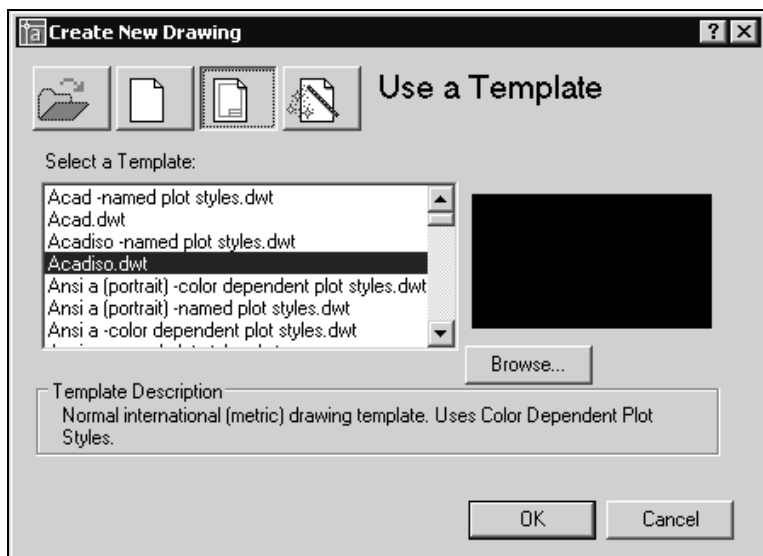
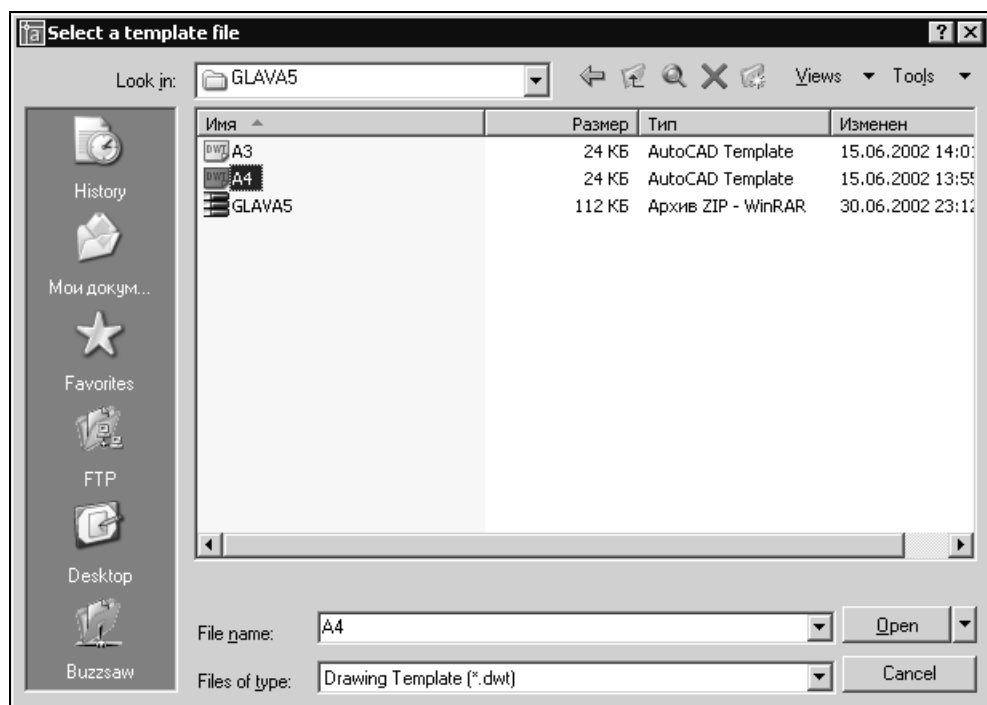

Рис. 6.1. Диалоговое окно **Create New Drawing** на вкладке **Use a Template**
Рис. 6.2. Диалоговое окно **Select a template file** для выбора файла шаблона
2. Щелкните мышью на кнопке  **New** (Создать), расположенной на стандартной панели инструментов. Появится диалоговое окно **Create New Drawing** (Создание нового рисунка). Выберите в нем кнопку **Use a Template** (По шаблону) (рис. 6.1). Щелкните мышью на кнопке **Browse** (Обзор). Появится диалоговое окно **Select a template file** (Выбор файла шаблона) (рис. 6.2).
Аналогично скопируйте вниз верхний горизонтальный отрезок контура на расстояния 25 и 25.5 миллиметров. Для получения окончательного изображения левой половины контура детали построенный рисунок (см. рис. 6.2), необходимо его отредактировать, подрезав выступающие части отрезков командой **TRIM** (ОБРЕЗАТЬ), сделать фаски командой **CHAMFER** (ФАСКА) и удливнив верхнюю часть оси симметрии за контур детали командой **LENGTHEN** (УВЕЛИЧИТЬ).